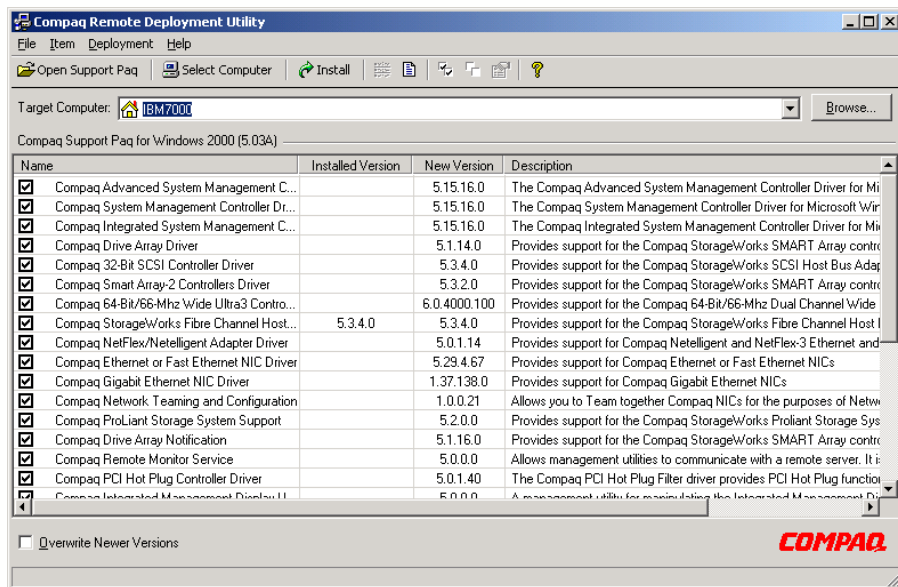

Abbildung 5-4. Compaq Remote Deployment Utility
5. Das Dialogfeld *Compaq Remote Deployment Utility* (Compaq Remote-Einsatzprogramm) wird angezeigt, wie in Abbildung 5-4 gezeigt.